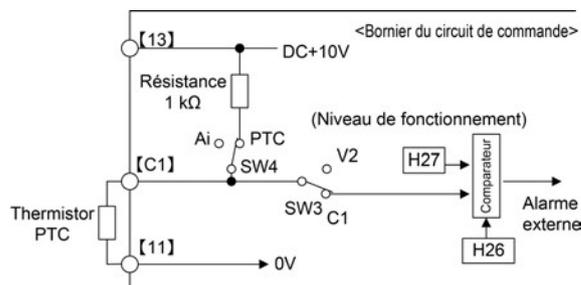

Figure 2.2-12 Circuit interne quand SW4 est commuté vers PTC
Entrée Thermistor PTC (Fonction PTC)	<p>(1) Il est possible de raccorder le thermistor PTC (coefficient de température positif) pour protéger le moteur. SW3 (commutateur C1/V2) et SW4 (commutateur PTC/AI) (cf. « 12.1.4 Fonctionnement des commutateurs à glissement ») doivent être activés sur la carte.</p> <p>La Figure 2.2-12 présente le circuit interne lorsque SW3 et SW4 sont réglés sur l'entrée Thermistor PTC. Pour en savoir plus sur le fonctionnement de SW3 et SW4, reportez-vous à la section « 12.1.4 Fonctionnement des commutateurs à glissement ». Lorsque SW3 et SW4 sont commutés vers PTC, les codes de fonction H26 et H27 doivent également être modifiés.</p>